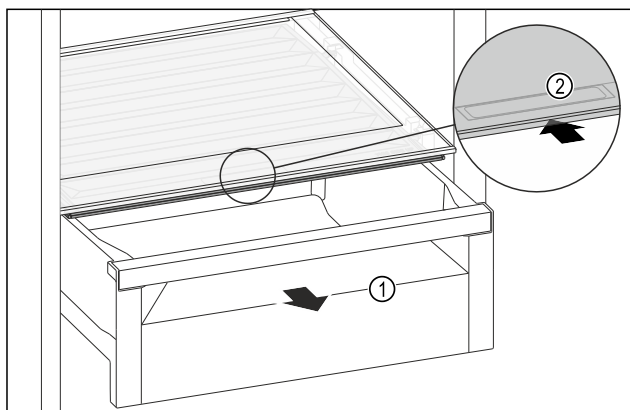

Fig. 125
- Estrarre il cassetto Fig. 125 (1).
- Afferrare la maniglia incassata Fig. 125 (2) sul coperchio dello scomparto e spingere allo stesso tempo all'indietro il coperchio dello scomparto.